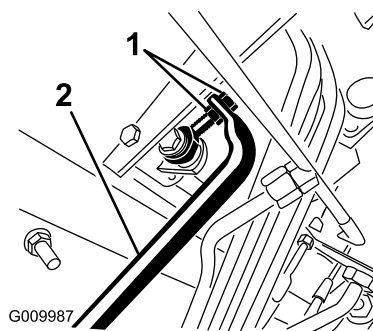

Figura 96
5. Regolate i controdadi dal lato asta della pompa per muovere in avanti il tubo di controllo della pompa ed eliminare lo spostamento in avanti, o per muoverlo indietro ed eliminare lo spostamento indietro (Figura 96).